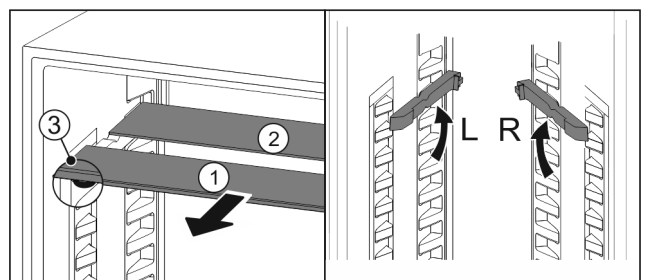

Fig. 20
- ▶ Издърпайте Fig. 20 (1) поотделно стъклените плочи напред.
- ▷ Стъклената плоча Fig. 20 (1) с декоративната лайстна е отпред.
- ▷ Ограничителите Fig. 20 (3) сочат надолу.